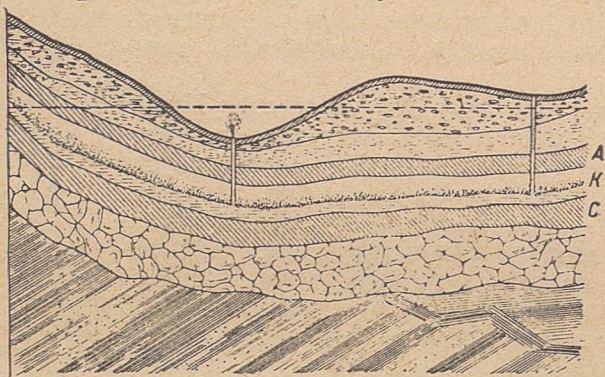

Рис. 44. Артезианской колодец.
40. Артезианскѳй колодецез. Мукѳд местаэзын гарйѳны особѳй чужѳма колодецез, кѳднаын ваыс лѳбтисѳб вылынжыка сія слойся, кѳдаын сія сулалѳ муас, а мукѳд кадас сія ачыс кысѳтсѳб му вевдѳрѳ и даже вартѳ ыджыт вынѳн вывланьѳ. Эна колодецез аркмѳмась то кыз (рис. 44).